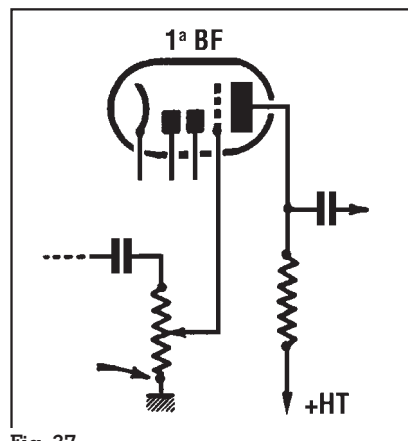

Fig. 37
47) Impossibile diminuire il volume nel ricevitore di fig. 37, col potenziometro montato nel circuito di griglia.